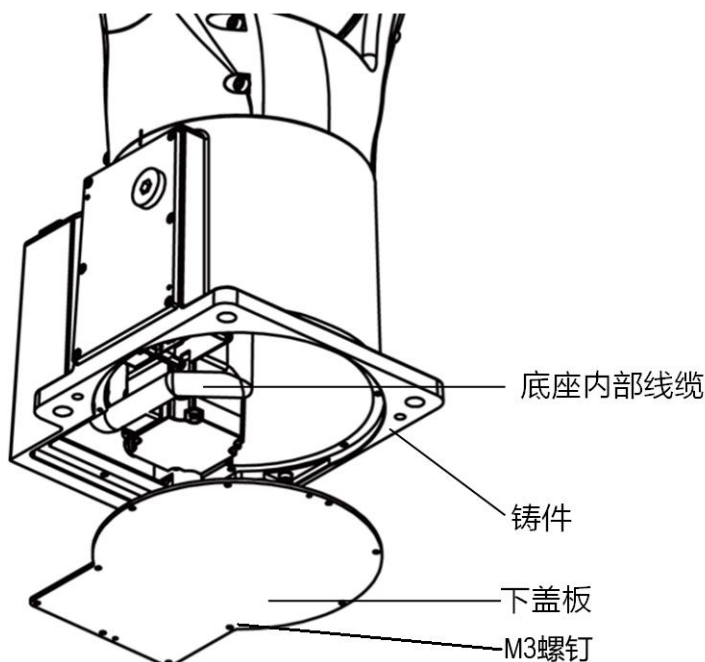

图 10-1 底座内部线缆
- 步骤1. 拆卸底座下盖板, 如图 10-1 所示, 抽出底座内部线缆。